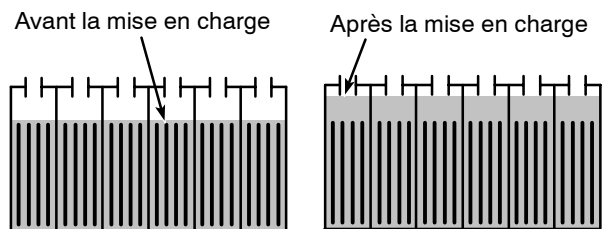

FIG. 65
1. Contrôlez fréquemment le niveau de liquide des batteries afin d'éviter l'endommagement des batteries. Le liquide doit se trouver au niveau illustré (Figure 65). Ajoutez de l'eau distillée si nécessaire. **NE REMPLISSEZ PAS TROP**, le fluide va augmenter de volume et risque de déborder lors de la mise en charge.